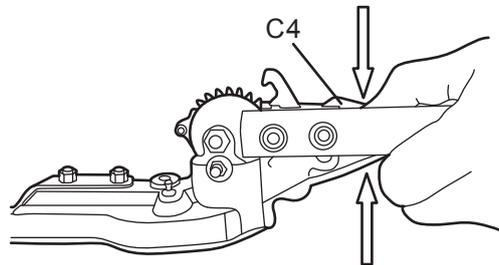

Fig. 19a
- Enfoncer les leviers de déverrouillage (C4) avec une main et les maintenir en position (voir Fig. 19a).